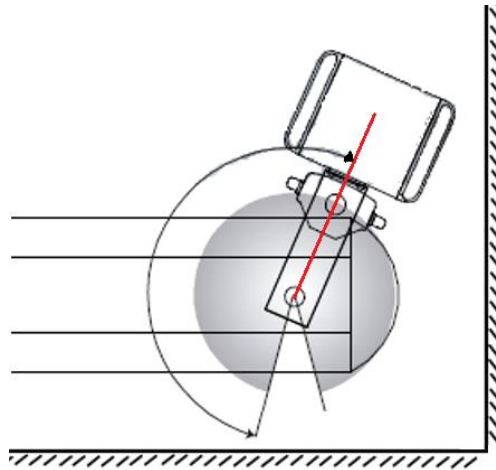

Abb. 12 Befestigung des Drehanschlags rechts an einer Säule mit Auslegerarm.
bringen und dann die zuvor entfernte Inbusschraube (2) wie in Abbildung 12 gezeigt anbringen müssen.